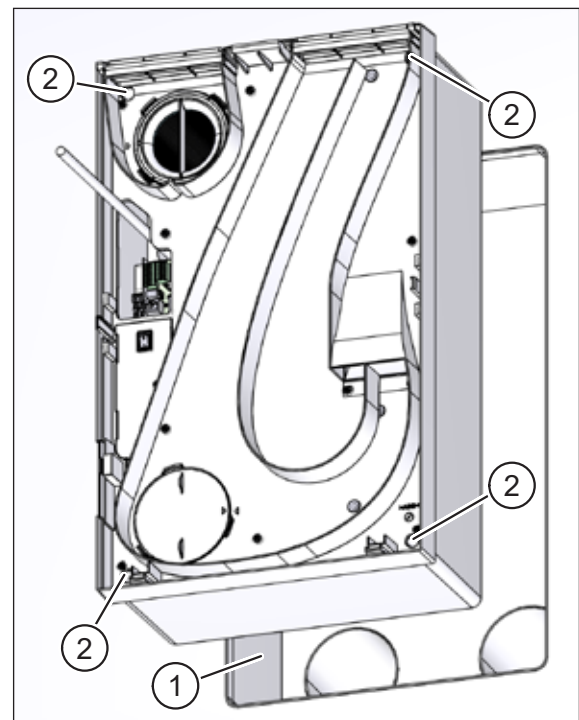

Abb. 38: Lüftungsgerät befestigen – Unterputzmontage
- ▶ Schieben Sie das Lüftungsgerät vorsichtig bis zum Anschlag in den Mauerkasten (Pos. 1 in Abb. 38) ein.
- ▶ Befestigen Sie das Lüftungsgerät mit den vier Kreuzschlitzschrauben 5 x 100 mm (Pos. 2 in Abb. 38). Ziehen Sie dabei die Schrauben **leicht** über Kreuz an.